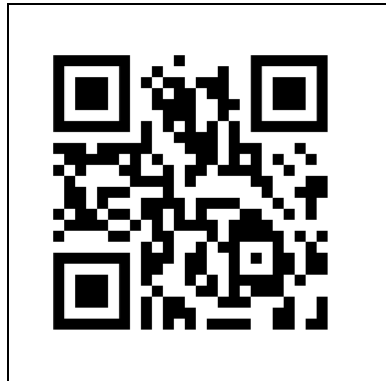

Abbildung 11
1. Scannen Sie den QR-Code (Abbildung 11), um das Video zu öffnen. Dieses Video veranschaulicht die Installation dieses Geräts.